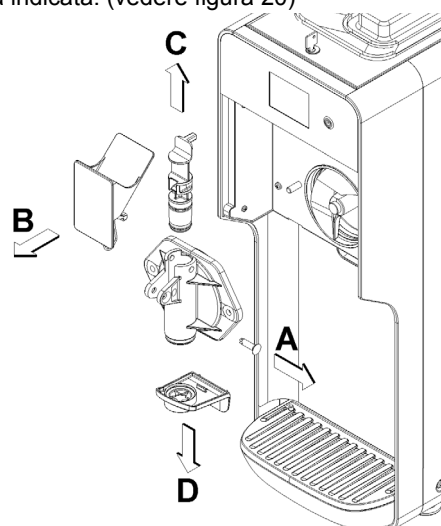

figura 20
- 6 Rimuovere il gruppo rubinetto e smontarlo seguendo la sequenza indicata. (vedere figura 20)
- 4 Rimontare il gruppo rubinetto con sequenza inversa rispetto a quella illustrata in figura 20 e riposizionarlo nella sua sede.